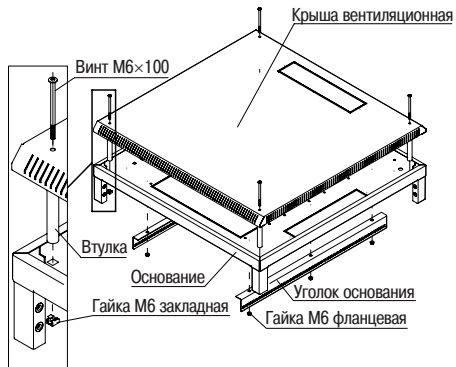
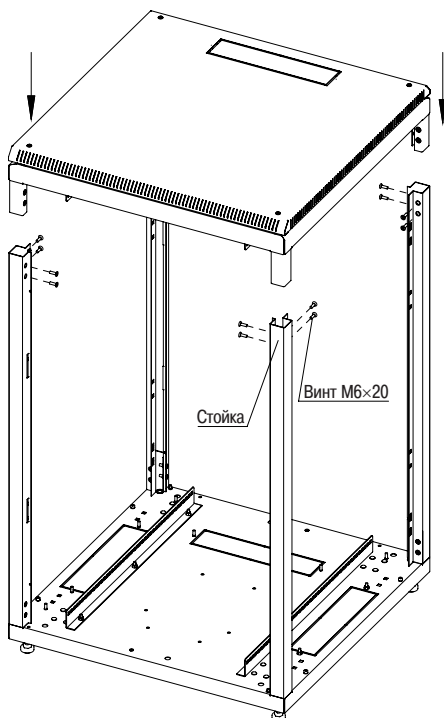

Рисунок 2 – Верхнее основание
Рисунок 4 – Установка «основания-крыши»
3.1.2 Соедините и закрепите верхнее основание с крышей вентиляционной с помощью винтов М6×100 и втулок, для этого вначале установите закладные гайки М6 на верхнем основании, затем вкрутите винты М6×100 в гайку М6 через втулку (рисунок 2). Установите уголки основания на верхнем основании по аналогии с предыдущим пунктом (рисунок 2).
3.1.4 Вставьте в установленные стойки собранный узел «основание-крыша» (рисунок 2), закрепите винтами (рисунок 4).